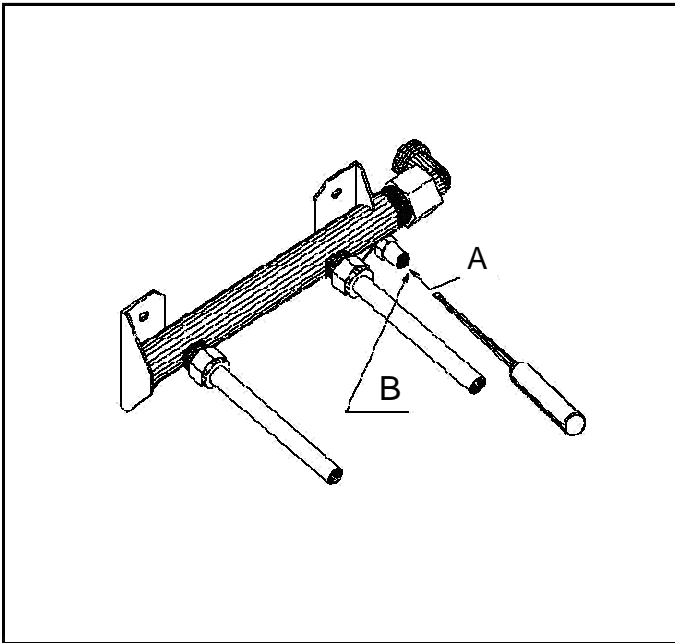

Рис. 1
3.1 КОНТРОЛЬ ДАВЛЕНИЯ ПИТАНИЯ (РИС. 1)
4.1. 1 ГЛАВНАЯ ГОРЕЛКА (РИС. 1)